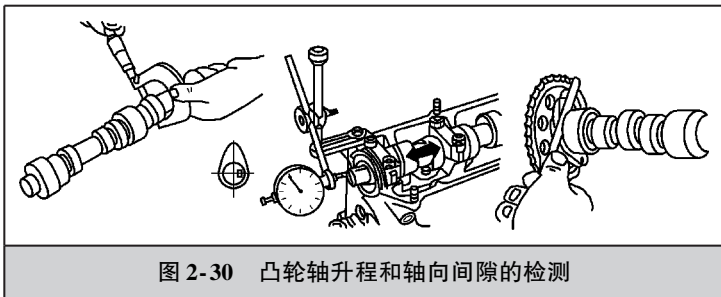

图 2-30 凸轮轴升程和轴向间隙的检测
(2) 凸轮轴轴颈的检查 凸轮轴各轴颈轴线应一致，所有轴颈的圆柱度误差不大于 0.01mm。径向圆跳动量：中间各支承轴颈不大于 0.025mm，各凸轮轴基圆部分不大于 0.04mm，安装正时齿轮的轴颈不大于 0.02mm。
(3) 凸轮轴升程的检测 用千分尺测量凸轮顶尖与底部和基圆直径如图 2-30 所示, 两者之差即为凸角的升程。